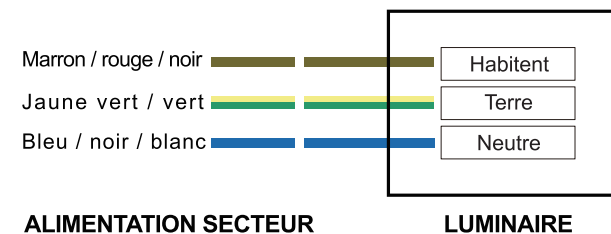
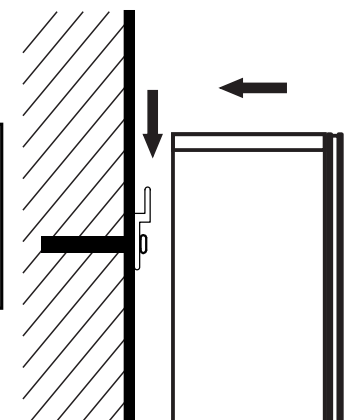

Fig. 5
Fig. 6
2.2 S'assurer que le circuit sur le mur n'est pas sous tension et connecter le fil à trois conducteurs réservé sur le mur au bornier du fil à trois conducteurs sur le produit (Fig. 5) ; monter l'armoire de toilette sur la barre (Fig. 6).